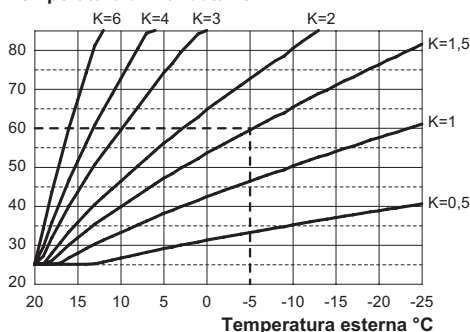

Figura 5.64
Se alla caldaia **È COLLEGATO** il comando remoto (opzionale) riferirsi alla Figura 5.64.
Quando si installa la sonda esterna bisogna impostare questo parametro in base al rendimento dell'impianto di riscaldamento per ottimizzare la temperatura di mandata (Figura 5.64).
Es. Per avere una temperatura di mandata all'impianto di riscaldamento di 60°C con una esterna di -5°C si deve settare un K di 1,5 (linea tratteggiata in Figura 5.64).
- Utilizzando i tasti 12 o 14 è possibile modificare il valore del parametro 14 da un minimo di **00** ad un massimo di **60** in base alla curva scelta del coefficiente K in Figura 5.64 (il valore letto sul display, in Figura 5.70, corrisponde a **K = 1,5**).